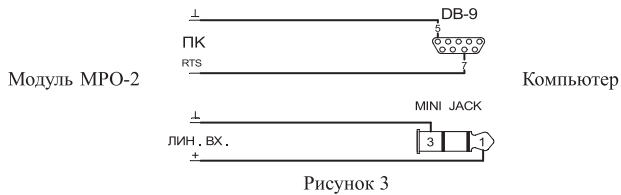

Рисунок 3
- присоединить провода RTS и «Л» к разъему RS-232 компьютера (см. рисунок 3).
- присоединить провода линейного выхода ПК к клеммам «Лин.вх.» модуля (см. рисунок 3)